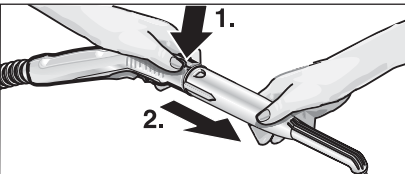

Abb. 5: Trennen der Zubehörteil
- Zum Trennen der Zubehörteile drücken Sie die Entriegelungstaste (C2 bzw. G3) und ziehen die Teile auseinander (siehe Abb. 5).